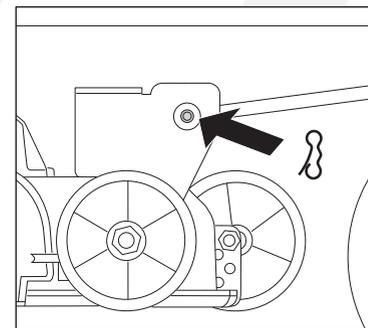
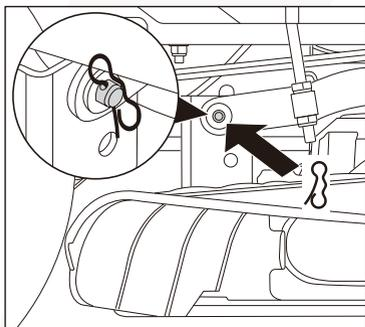
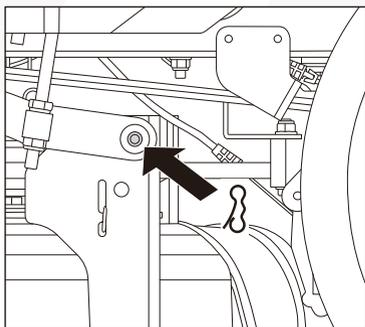

Fig. 25A
Fig. 25B
Fig. 25C
4. Retire los 3 pasadores de enganche, 2 a la derecha (Fig. 25A y Fig. 25B), 1 a la izquierda (Fig. 25C) que fijan la plataforma en su sitio.